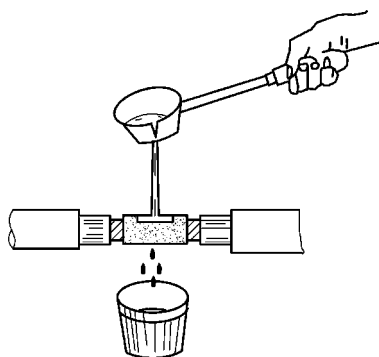

图 2-35 铜芯导线接头浇焊法
(3) 焊接连接法
① 横截面积为 10mm^2 及以下的铜芯导线接头, 可用 $30\sim 150\text{W}$ 的电烙铁进行锡焊。锡焊前, 在铜芯导线表面涂一层无酸焊锡膏, 待电烙铁烧热后即可锡焊。
② 横截面积为 16mm^2 及以上的铜芯导线采用浇焊法, 首先在化锡锅内用喷灯加热锡, 达到一定温度后, 锡表面呈磷黄色, 然后将导线接头放在化锡锡锅上方, 用勺盛熔锡浇接头处, 如图 2-35 所示。刚开始浇时, 接头温度低, 锡在接头上流动性差, 继续浇下去, 使接头温度升高。直至全部焊牢, 擦除焊渣, 使